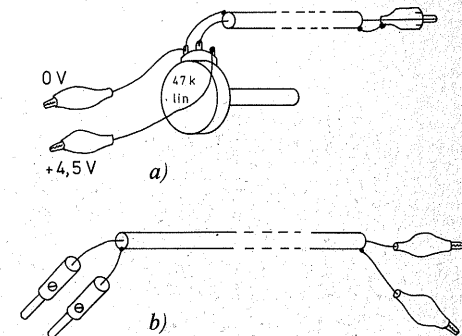

Bild 11.24 Hilfsmittel für den AD-Wandler
Sie benötigen ein abgeschirmtes Eingangskabel mit passendem Stecker für die Eingangsbuchse. Es braucht nicht besonders kapazitätsarm zu sein, so daß ein Mikrofon- oder Diodenkabel reicht. An dieses Kabel löten Sie ein Potentiometer mit linearer Kennlinie (R_{max} ca. 10 bis $47\text{ k}\Omega$) gemäß Bild 11.24 a sowie zwei kurze Litzen, am besten mit kleinen Krokodilklemmen japanischer Prüfkabel versehen, die Sie an eine Flachbatterie anklemmen können.
Da Sie für den AD-Wandler öfter abgeschirmte Leitungen benötigen werden, lohnt es sich, die beiden erwähnten Kabel nicht nur provisorisch, sondern für den Dauergebrauch anzufertigen (Bild 11.24).
1. Lösen Sie den Kurzschluß am Eingang des AD-Wandlers, und schließen Sie über das vorbereitete Eingangskabel und das Potentiometer (Bild 11.24) die Flachbatterie an (Minus an 0 V). Zugleich messen Sie die Eingangsspannung über die vorbereitete abgeschirmte Leitung.